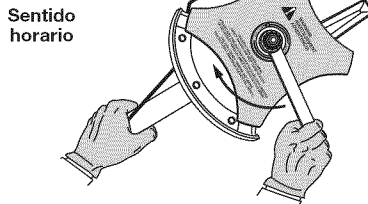

Fig. 5
2. Sostenga la varilla de cierre en su lugar junto al brazo de la unidad (Fig. 5).
3. Mientras sostiene la varilla de cierre, afloje la tuerca de la cuchilla girándola en sentido horario con una llave de casquillo o de boca cerrada de 5/8 de pulgada (Fig. 5).